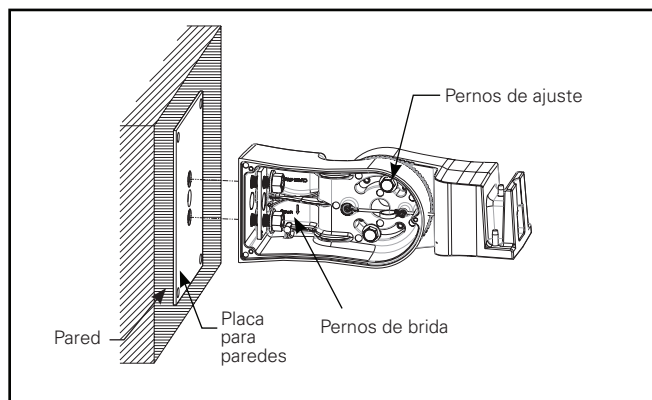

Figura 10.
2. Instale la placa de pared en la unidad del brazo de montaje utilizando los dos sujetadores con brida proporcionados a través del brazo. Apriete los sujetadores a mano para asegurarse de que el brazo de montaje esté alineado antes de apretarlos. Apriete ambos pernos de brida a 40 pies-libras (54 Nm) (Figura 10).